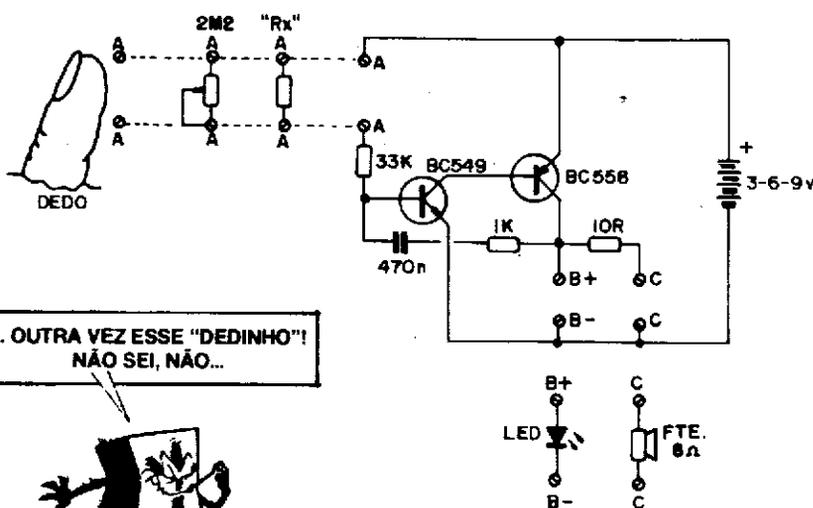
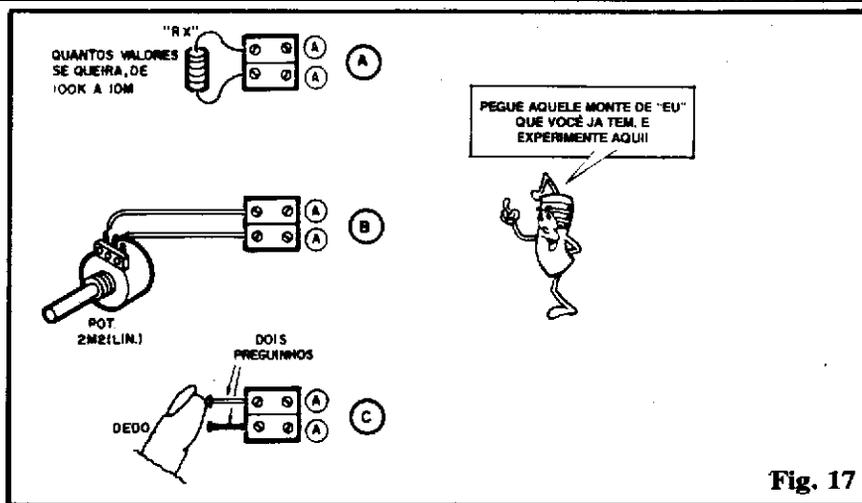
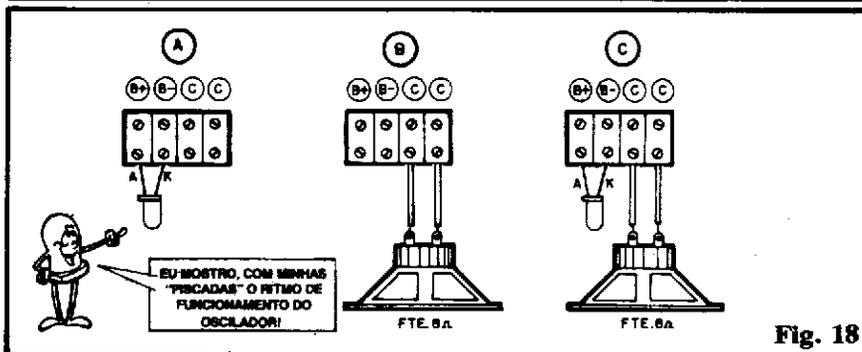

Fig. 14
Fig. 17
Fig. 18
- FIG. 14 - O "esquema" do circuito/experiência. Os Leitores/Alunos que "não faltaram" a nenhuma das "Aulas" anteriores (com aquelas "velhas" desculpas que Estudantes sempre usam, tipo "eu estava com dor de dente" ou "tive que retirar meu avô, que ficou preso na chaminé quando fingia de Papai Noel", essas coisas...) já sabem interpretar um diagrama esquemático, sem problemas.... O fundamental é fazer as referências de cada componente "real",
- FIG. 17 - SEQUÊNCIA DA EXPERIÊNCIA - ver também a fig. 18, a seguir... - Conforme dá para perceber a partir do "esquema" (fig. 14), aos pontos "A-A" o Leitor/Aluno poderá, experimentalmente, ligar "RX", um resistor de valor **qualquer** entre 100K e 10M (analisando os resultados que os diversos valores experimentados gerarem na Saída do nosso Oscilador Experimental), ou ligar (via dois pedacinhos de fio, já que os terminais são curtos e grossos...) o potenciômetro de 2M2, variando o seu ajuste e analisando "o quê" acontece na Saída do Oscilador, ou ainda fixar aos conectores dois pequenos pregos ou parafusos, usando-os como "contatos de toque", para simplesmente "por o dedo", e fazer com que a resistência da própria pele atue como parte integrante do circuito.
- FIG. 18 - Para monitorar a Saída do nosso Oscilador Experimental, temos várias possibilidades, todas elas destinadas a "traduzir" os fenômenos cíclicos puramente elétricos, em manifestações que
Observando cuidadosamente o "esquema" (fig. 14) veremos que o Oscilador Experimental é do tipo MULTIVIBRADOR COMPLEMENTAR cuja configuração básica havia sido mostrada na fig. 11. Conforme lá explicado, a realimentação é feita pelo capacitor de 470n (em série com o resistor de 1K), enquanto que a frequência de funcionamento é **também** dependente do resistor de polarização de **base** do primeiro transístor (BC549, no caso da Experiência...). Temos, como "limitador" ou valor mínimo, o resistor de 33K normalmente
acoplado à base do BC549... Assim, dependendo das opções exemplificadas na fig. 17, o valor resistivo aplicado entre os pontos "A-A" simplesmente será somado ao resistor de 33K, para efetivação na polarização e "temporização" dos ciclos da oscilação. Com um valor muito elevado da Resistência, nesses pontos Experimentais, teremos uma oscilação bem lenta, manifestada na forma de "piscadas" bem definidas no LED (18-A ou 18-C) ou em um "toque-toque" bem ritmado nos alto-falantes (18-B ou 18-C). Já com valores relativamente baixos de Resistência entre os pontos "A-A", a oscilação se dará num ritmo (FREQUÊNCIA) bem mais rápido! Observem que, nesse segundo caso, o LED "parecerá" aceso firmemente, porém, na verdade, ele estará ainda "piscando", tão rapidamente que para nossos olhos (incapazes de "separar" eventos mais rápidos do que aproximadamente 10 vezes por segundo...) estará simplesmente "acceso"... Já pelo alto-falante, no lugar do "toque-toque", ouviremos um "tom", um apito forte e contínuo (serão "centenas de toque-to-